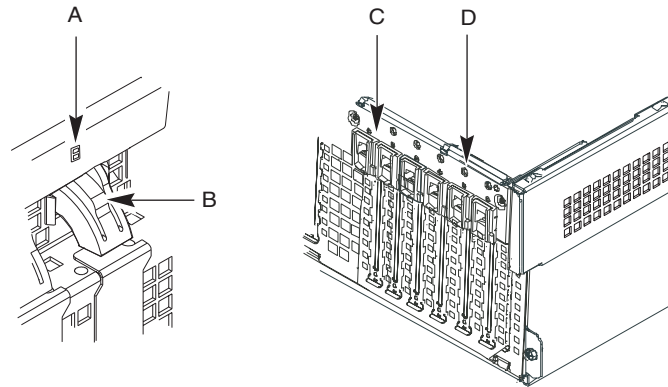

Abbildung 4-4 PCI-Hot-Plug-Halterungsvorrichtung
Jede Hot-Plug-PCI-Erweiterungskarte ist mit einer PCI-Hot-Plug (PHP)-Halterungsvorrichtung (siehe Abbildung 4-4) befestigt.
7. Drücken Sie innerhalb des Gehäuses auf die PCI-Hot-Plug-Halterungsvorrichtung. Drehen Sie die Vorrichtung aus dem Gehäuse und zum Gehäuseboden hin. Dadurch wird die Frontplatte der Karte gelöst. Siehe Abbildung 4-4 auf Seite 96.
11. Drücken Sie die PCI-Hot-Plug-Halterungsvorrichtung in Richtung Rückwand. Dadurch wird die Erweiterungskarte in ihrer Position verriegelt. Siehe Abbildung 4-4 auf Seite 96.